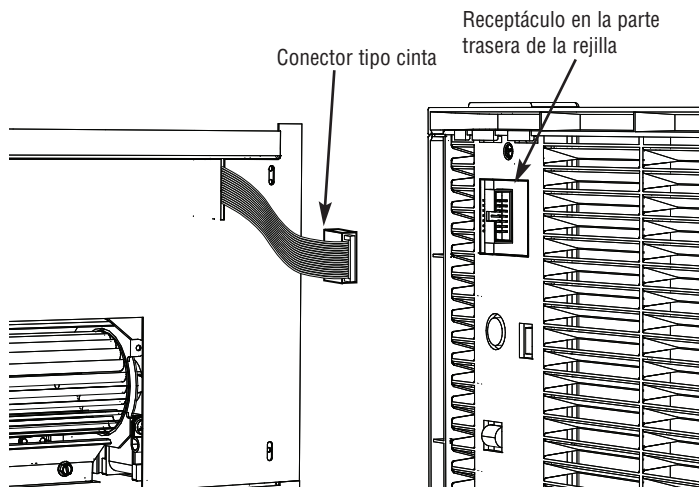

Figura 4- Conector tipo cinta
Coloque la cubierta de la caja de conexiones verificando que el cable tipo cinta plana está encajado dentro de la ranura alargada de la cubierta según se muestra en la Figura 4. Asegure la cubierta utilizando los cuatro tornillos suministrados.
**NOTA:** Aproximadamente 3-1/2 pulgadas (89 mm) del cable tipo cinta debe extenderse a través de la ranura para la conexión con el sistema electrónico en la rejilla. La orientación del conector debe ser tal como se muestra en la Figura 4.
1. Mientras se sostiene el lado derecho de la rejilla en su mano derecha, extienda el conector tipo cinta con la mano libre y encaje el conector negro en la ranura negra ubicada en el dorso del control electrónico, detrás de la rejilla. Los conectores tienen chaveta de modo que sólo encajarán de una manera (Figura 4).